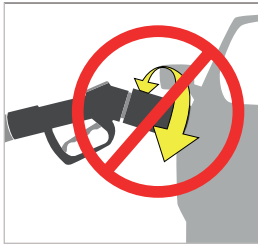

Abbildung 13
- ▶ Drehen Sie die TK17 H₂ mit ENR weder im angeschlossenen Zustand noch während des Abnehmens vom Tanknippel (*Abbildung 13*).
Achtung: Drehen Sie die TK17 H₂ 70 MPa ENR während dem Abnehmen nicht (*Abbildung 13*).